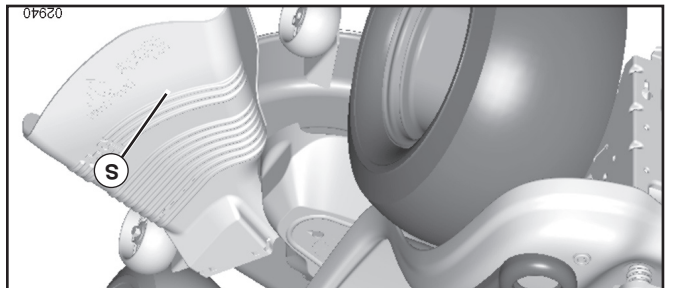

Fig. 20
ATTENTION: N'utilisez pas la tondeuse sans le déflecteur ou sans le ramasse-herbe (S) s'il y a lieu. (Voir La Fig. 20)